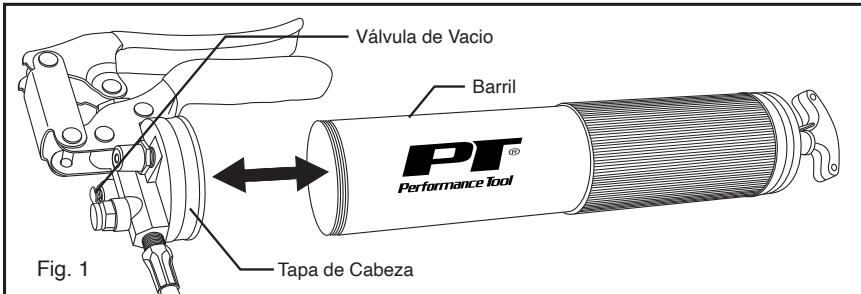

Fig. 1
1. Dévissez le bouchon du canon en tournant dans le sens inverse des aiguilles d'une montre. (Fig. 1)
1. Desatornille la tapa del barril de la pistola girando en dirección opuesta a las manecillas del reloj. (Fig. 1)